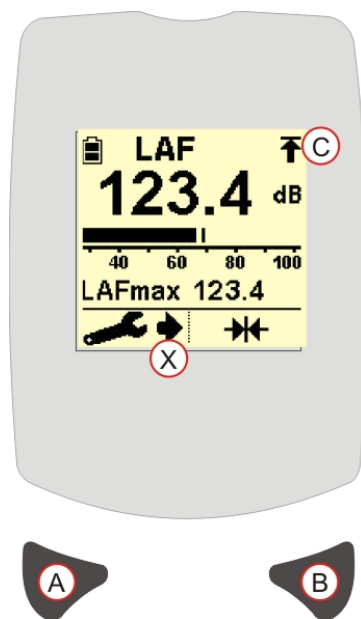

Figura 7 Ajustes do Instrumento
1. Os Ajustes do Instrumento podem ser alterados através da tela de Medição (Ver Figura 7).
2. Pressionar e soltar o botão Esquerdo (A). Será mostrada uma Seta (X) ao lado do botão de Ajustes indicando que o Menu de Ajustes está ativo. Observar que o símbolo de zerar (reset) ⇄ será substituído pelos ajustes relevantes a serem alterados, como descrito abaixo.
3. Pressionar e soltar o botão Esquerdo (A) repetidamente para navegar através das telas de Ajustes. Observar que as telas mostradas dependerão do modelo da série CEL-200 comprado.
4. Pressionar o botão Direito (B) para alterar cada ajuste como descrito nas seções A –G abaixo.
Tomar cuidado para selecionar a faixa de medição correta conforme as condições de ruído do ambiente em medição. Certificar-se que o nível de ruído em medição está dentro da faixa selecionada. Se for exibido o indicador de Acima da Faixa (), a faixa selecionada está incorreta. (Ver Figura 7[C]). Se o nível de ruído estiver abaixo da faixa de medição selecionada, será mostrado ‘--dB’.